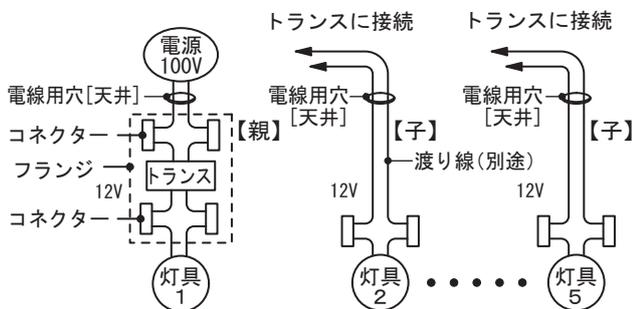

図1
- 器具の吊下げ位置を決めて、天井に電線を通す電線用穴を開けてください。(図1参照)